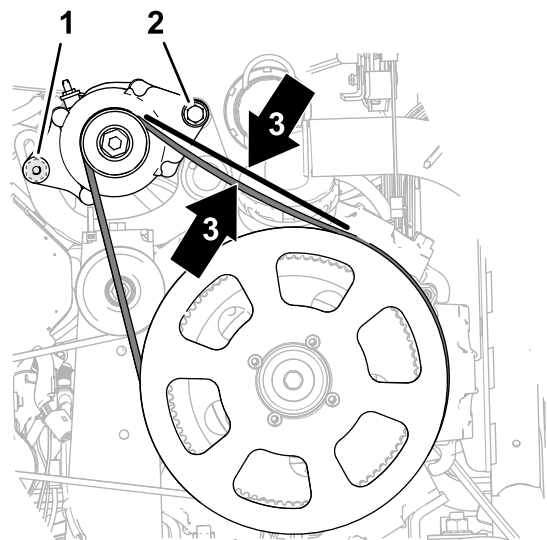

Figure 184
4. Tournez l'alternateur (Figure 184) pour augmenter la tension de la courroie jusqu'à obtention d'une flèche de 9,5 mm quand vous exercez une force de 4,5 kg entre la poulie d'alternateur et la poulie d'entraînement (279 mm).